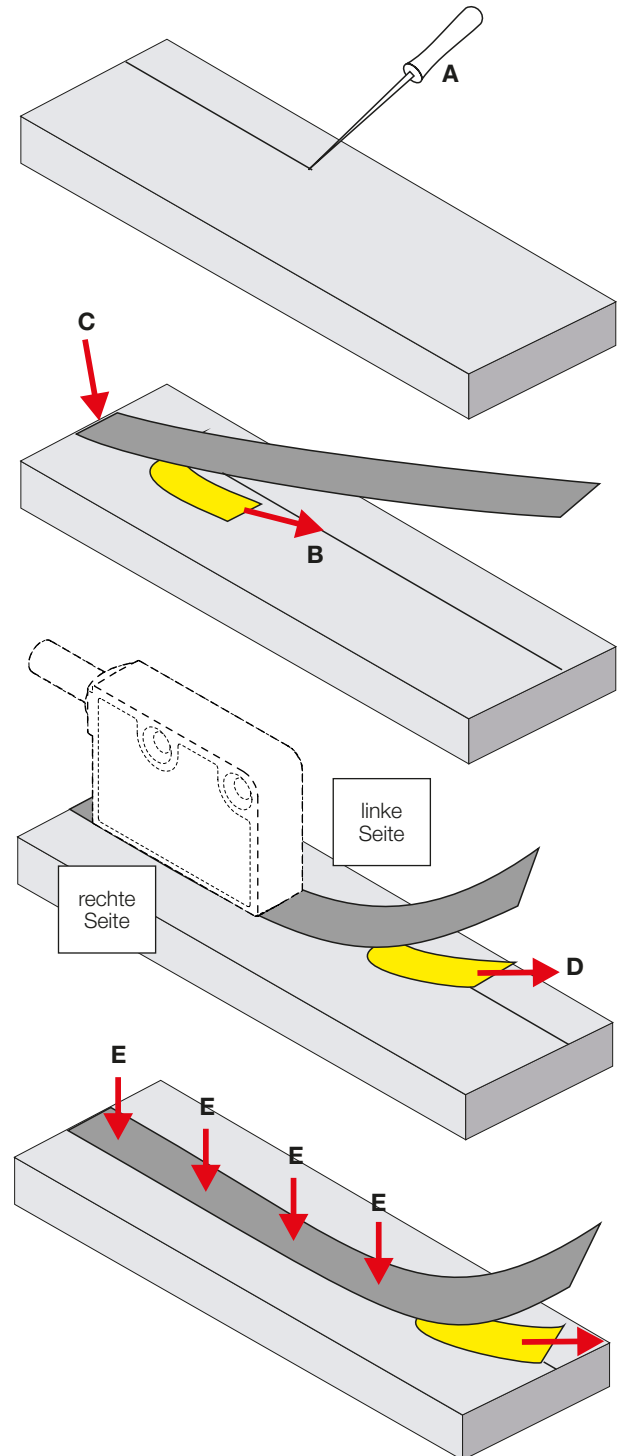

Bild 4-4: Maßkörper auf einer ebenen Oberfläche befestigen
1. Die Anschlagkante des Maßkörpers auf dem Maschinenteil anreißen (Bild 4-4, A).
Damit das System funktioniert, muss die Referenzspur des Maßkörpers auf der rechten Seite des Sensorkopfes liegen (siehe Bild 4-4).
4. Die Klebeschutzfolie am hinteren Ende des Maßkörpers etwas abziehen (Bild 4-4, B), den Maßkörper ausrichten und ihn leicht ankleben (Bild 4-4, C).
5. Ein weiteres Stück Klebeschutzfolie entfernen (Bild 4-4, D), den Maßkörper ausrichten und von Hand leicht andrücken (Bild 4-4, E).